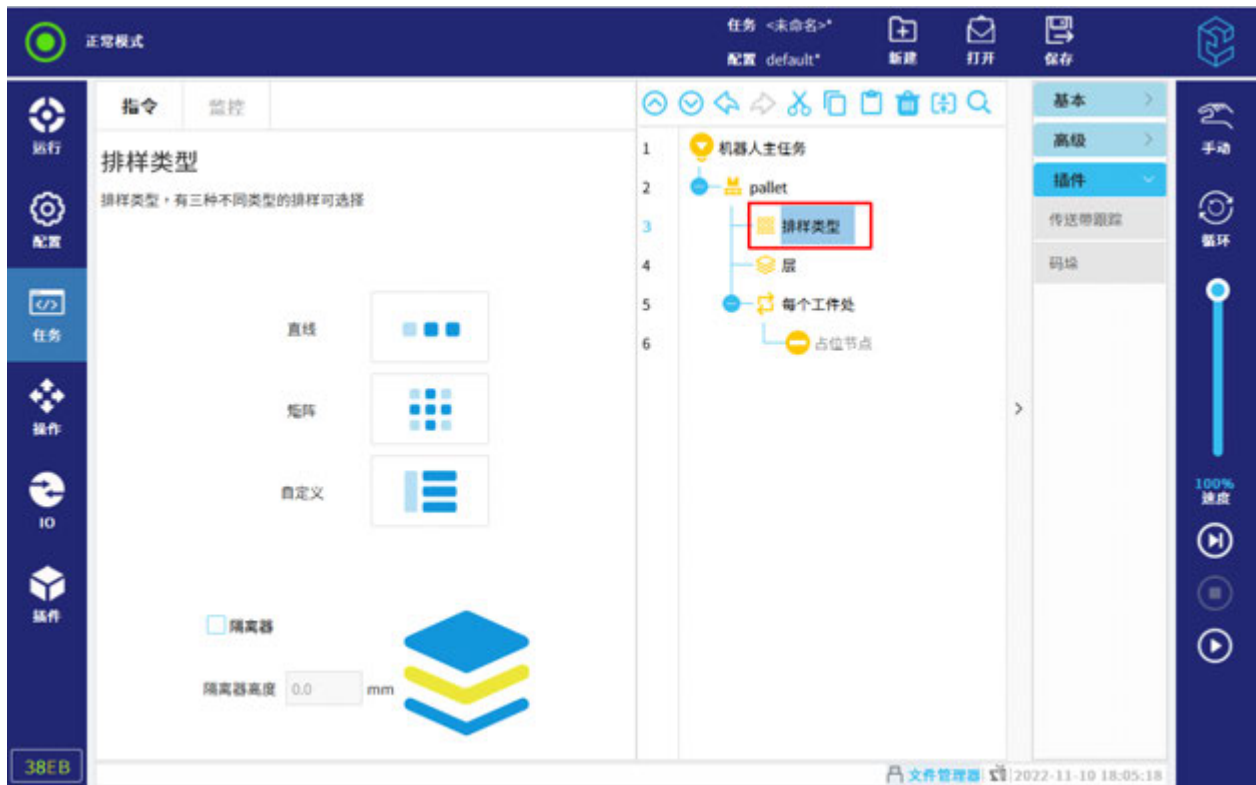

図 12-30 パターン設定
3. タスクツリーの「パターン」ノードをクリックして、ユーザは「リニア」、「マトリックス」や「カスタマイズ」を図 12-30 に示すように設定する。